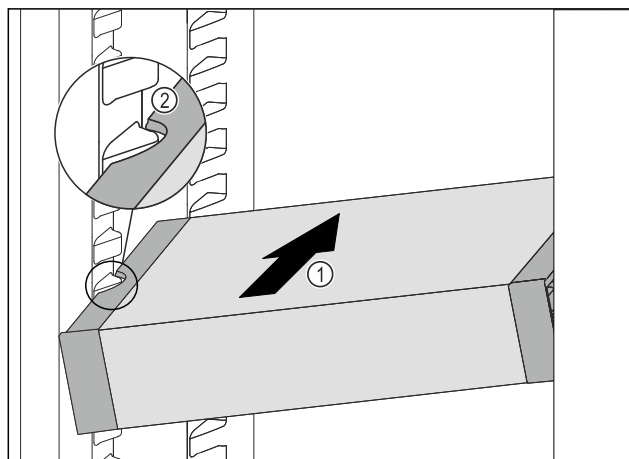

Fig. 63
- ▶ Predal VarioSafe potisnite v hladilnik poševno Fig. 63 (1), dokler nista stranska izreza Fig. 63 (2) predala VarioSafe na višini nastavka za posodo v hladilniku.